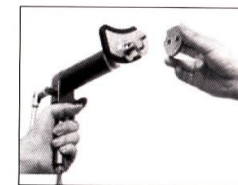

Fig.1
Vyberte takový nástavec, který svými rozměry odpovídá třmenu kotoučové brzdy. Magnetický nástavec upevněte k nástroji (1). Nástroj připojte ke stlačenému vzduchu a ujistěte se, že tlak stlačeného vzduchu nepřevyšuje tlak o 8 barech (Fig.1).